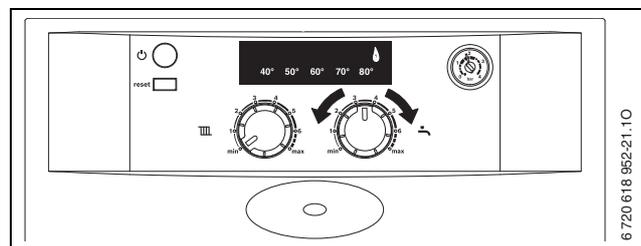

Fig. 35
- ▶ Tourner le sélecteur de température de départ chauffage  en position min. (→ fig. 35).